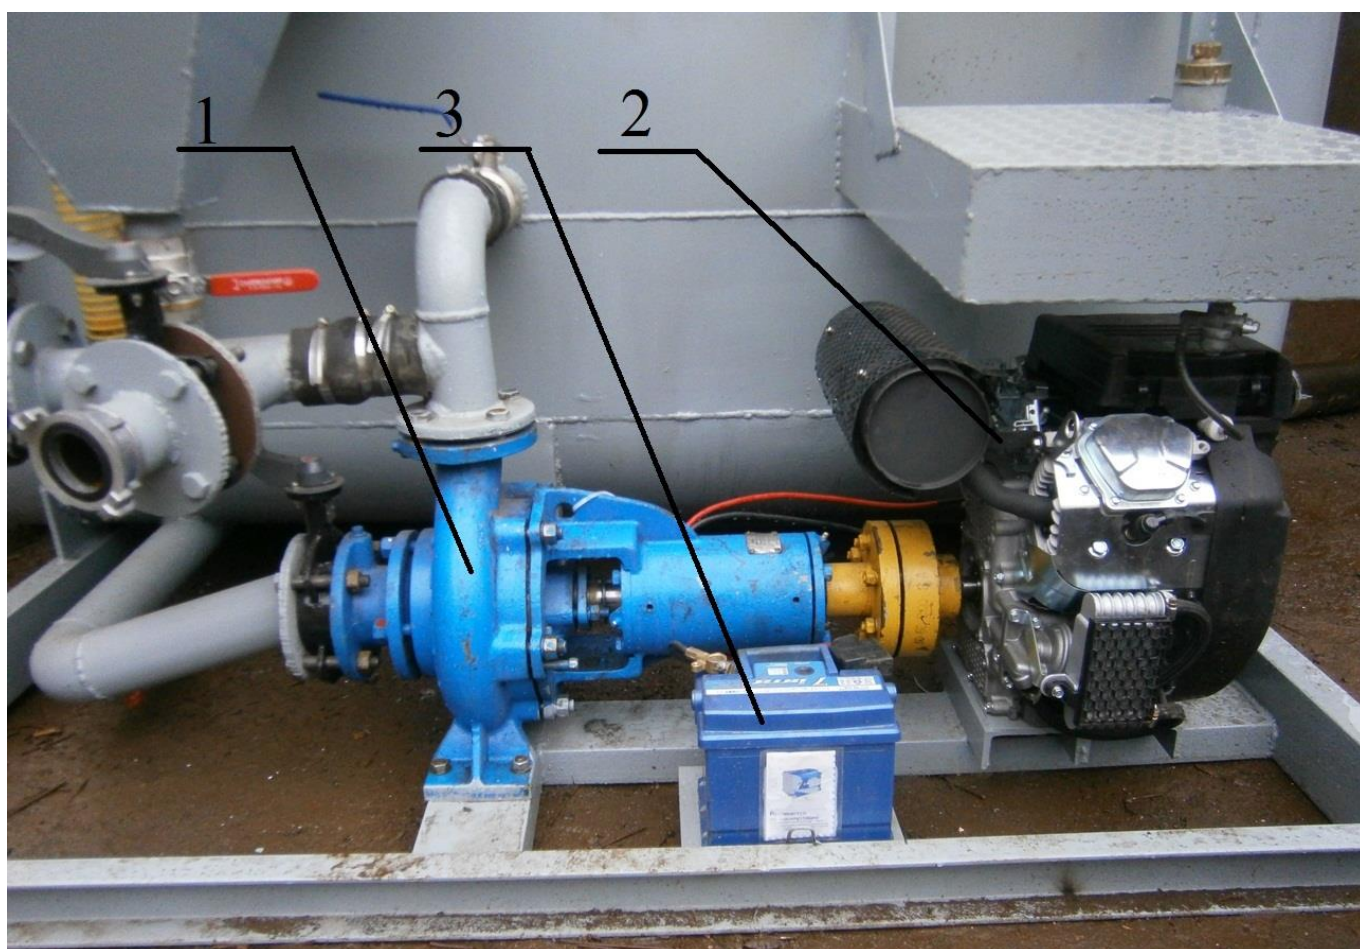

Рис. 2
1.2 Центробежная помпа (рис. 2) состоит из центробежного насоса СМ80-50-200а-2 (1) (инструкция по эксплуатации прилагается); ДВС мощностью 22 л.с. (2) (инструкция по эксплуатации прилагается); аккумуляторной батареи (3).